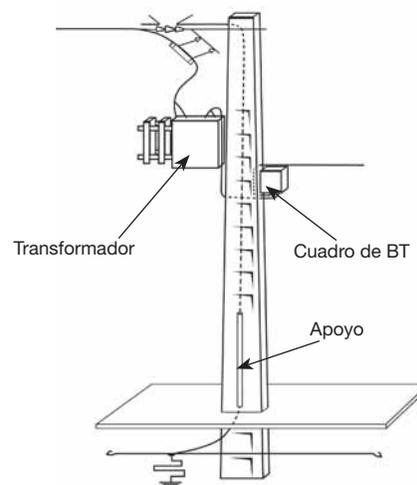

Fig. 1.19. Fotografía y esquema de un CT aéreo.
- **CT intemperie o aéreo.** Normalmente está constituido por un transformador de potencia no superior a 160 kW, protegido por fusibles y seccionadores, y todo ello montado sobre apoyo de hormigón o metálico. Esta clase de CT no requiere la construcción de edificios específicos, por lo que se reducen los gastos de instalación. Se usan principalmente en zonas rurales, suministros provisionales y obras o clientes aislados (Fig. 1.19).